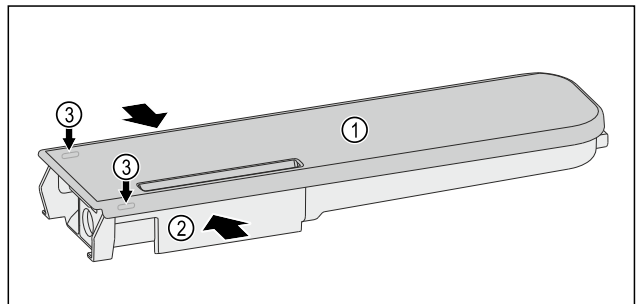

Fig. 119
- Wasserbehälter Fig. 119 (2) zusammendrücken und Deckel Fig. 119 (1) vorsichtig über die Rastnasen Fig. 119 (3) hebeln und hochziehen.
- Deckel Fig. 119 (1) leicht hin- und herbewegen und nach oben entnehmen.